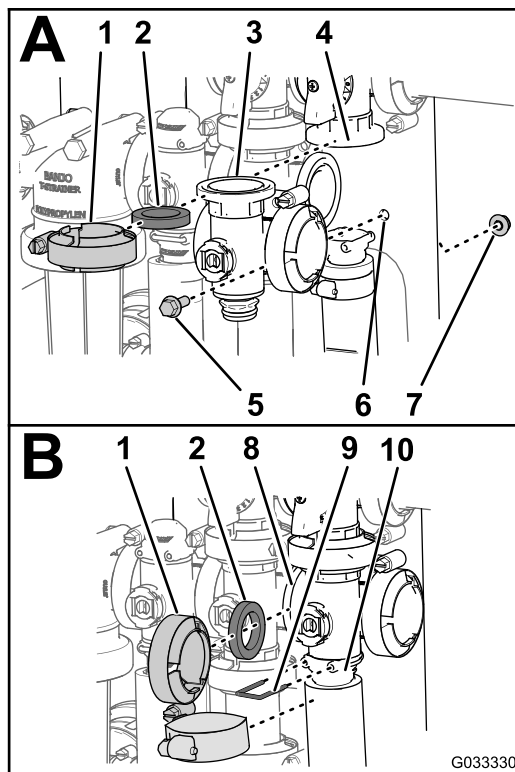

图77
1. 将主喷洒臂阀歧管凸缘、1 个垫片与主喷洒臂旁通阀凸缘对齐（图77 中的 A）。
2. 以手动夹紧夹具的方式，组装主喷洒臂阀歧管、垫片和主喷洒臂旁通阀（图77 中的 A）。
3. 将主喷洒臂阀歧管凸缘、垫片与搅拌阀歧管对齐（图77 中的 B）。
4. 以手动夹紧夹具的方式，组装主喷洒臂阀歧管、垫片和搅拌阀歧管（图77 中的 B）。
5. 将主喷洒臂阀歧管凸缘、垫片与主喷洒臂外壳对齐（图77 中的 B）。
6. 以手动夹紧夹具的方式，组装主喷洒臂阀歧管和插槽（图77 中的 B）。
7. 将卡环插入出口接头，从而将端盖接头固定至出口接头（图77 中的 B）。